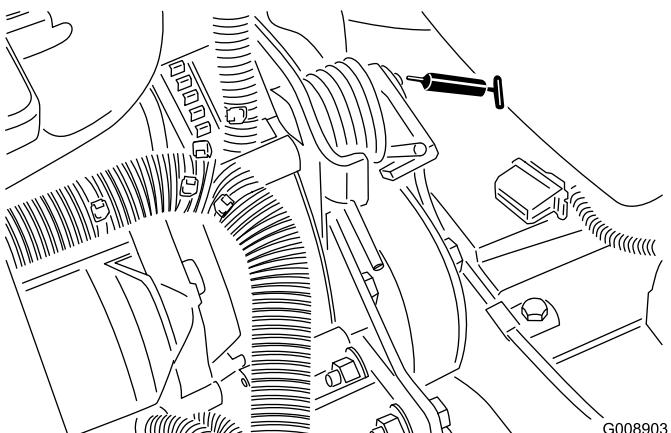

Figura 39
- Perno di tensionamento della cinghia (Figura 39)